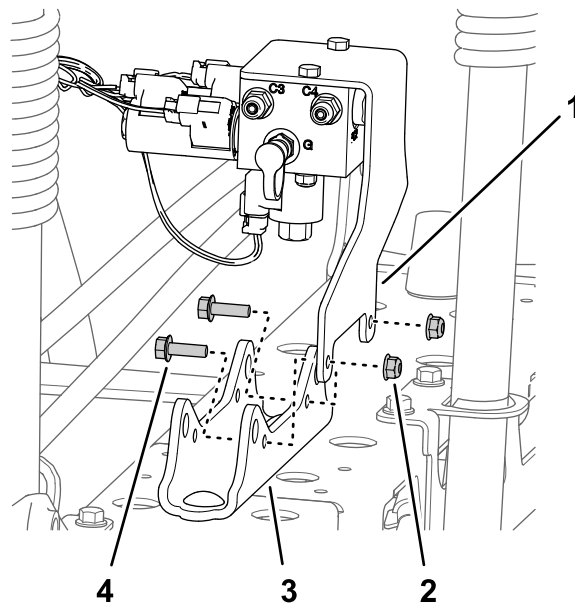

Figura 43
- Para máquinas sem o kit de nivelção da rampa ultra sonic opcional:** retire as duas porcas flangeadas (5/16 pol.) e os dois parafusos de cabeça flangeada (5/16 pol. x 1 pol.) que prendem o suporte para o coletor de elevação da secção à montagem do cilindro e retire o coletor e o suporte da montagem do cilindro (Figura 43).